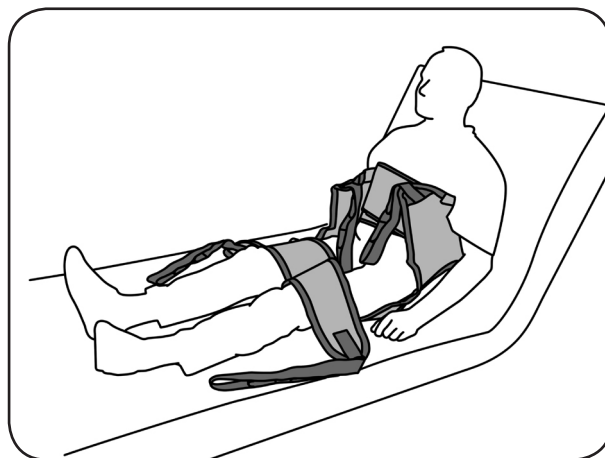

Abb. 8.2.02 – Liftergurt geschlossen, Beinstützen zwischen den Beinen des Patienten positioniert
8. Verschließen Sie die Brustschlaufe um den Brustkorb des Patienten mit dem Klettverschluss so, dass der Liftergurt in seiner Position fixiert ist und den Patienten nicht einschnürt (Abb. 8.2.02).
9. Führen Sie die Beinstützen von außen nach innen unter den Oberschenkeln des Patienten durch, so dass die Beinschlaufen zwischen den Oberschenkeln liegen. Achten Sie darauf, dass die Beinschlaufen gleich lang sind. Straffen Sie die Beinstützen durch seitliches Ziehen, damit sie faltenfrei anliegen. (Abb. 8.2.02)